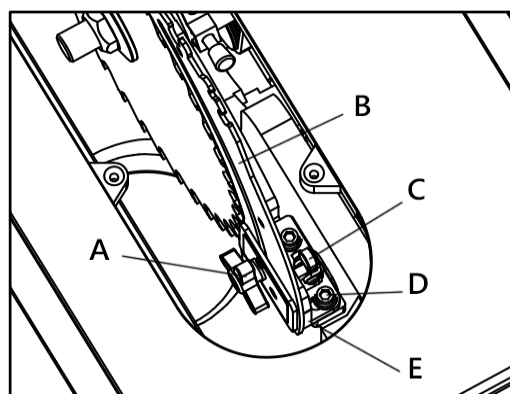

Рисунок 23
- Расклинивающий нож предустановлен на станок. Полностью поднимите пильный диск, чтобы получить доступ к расклинивающему ножу (рис. 23).